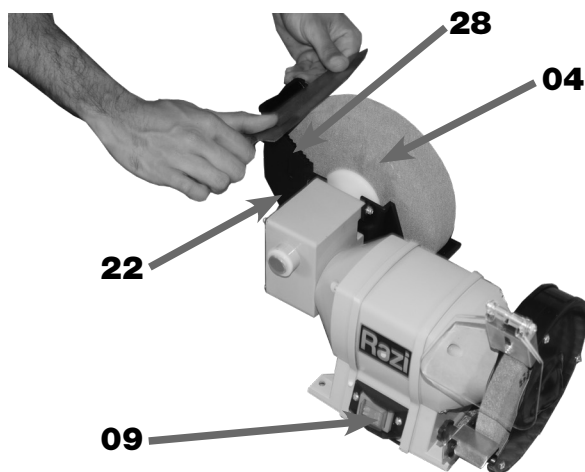

FIGURA 18 – Processo de Operação de Afiação
4. COLOCAR água no Reservatório (22) o suficiente para a parte inferior do Rebolo de Afiação (04) fique submerso (figura 18);
5. LIGAR a máquina pelo Interruptor Liga/Desliga (09) (figura 18);
6. ENCAIXAR as costas da faca nos Dentes de Apoio (28) do Reservatório de Água (22), para possibilitar um fio de corte homogêneo (figura 18);